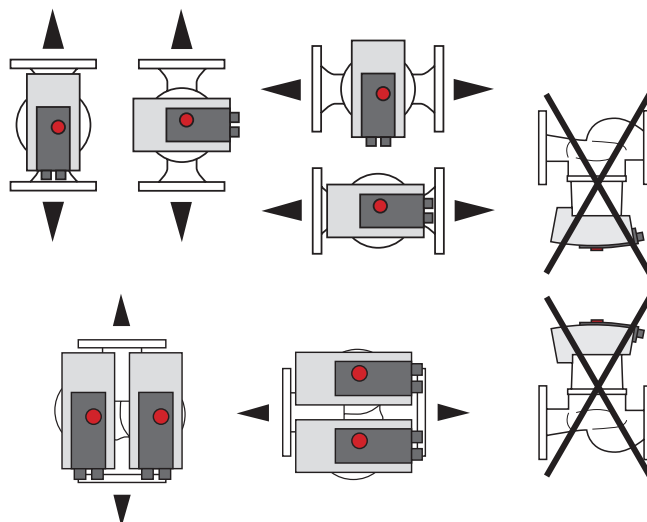

Fig. 4: Tillatte monteringsposisjoner
1. Kontroller tillatte monteringsposisjoner → Fig. 4.